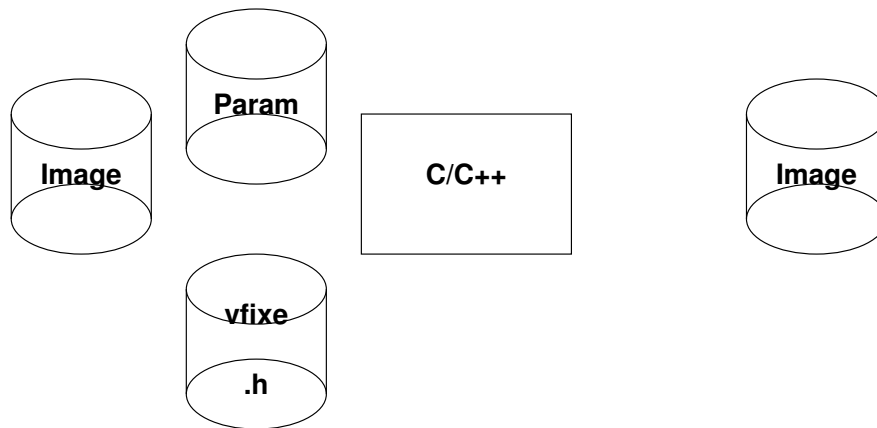

FIGURE 2 – Etape 2 : algorithme virgule fixe
- **I**mplémentation virgule fixe, figure 2